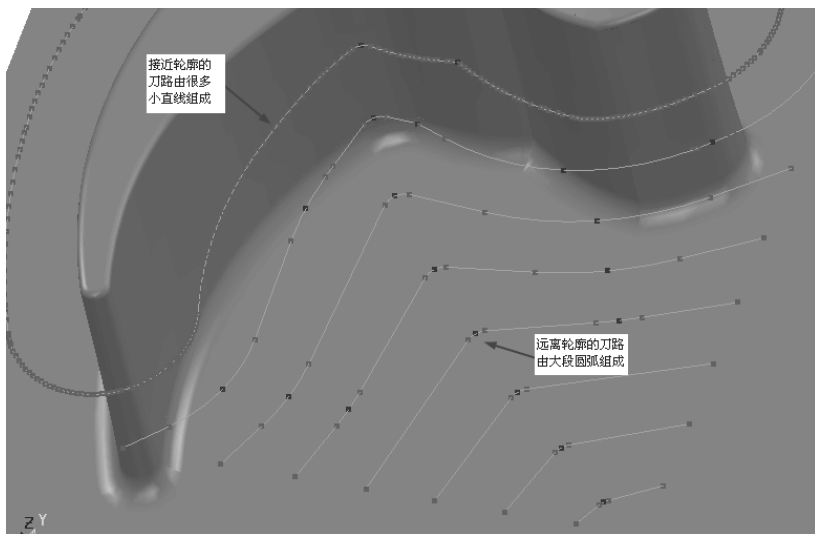

图 2-11 赛车线加工技术
**【光顺余量】**: 赛车线加工技术是 Delcam 公司的专利高速粗加工技术。该技术使刀具路径在许可步距范围内进行光顺处理, 远离零件轮廓的刀具路径尖角处用倒圆角代替, 使刀具路径在形式上就像赛车道, 如图 2-11 所示。拖动滑条可定义外层刀路偏离原始刀路的大小, 滑条上的数值代表做圆弧替代处理时, 外层刀路偏离原始刀具路径最大偏差距离与行距的比例值。